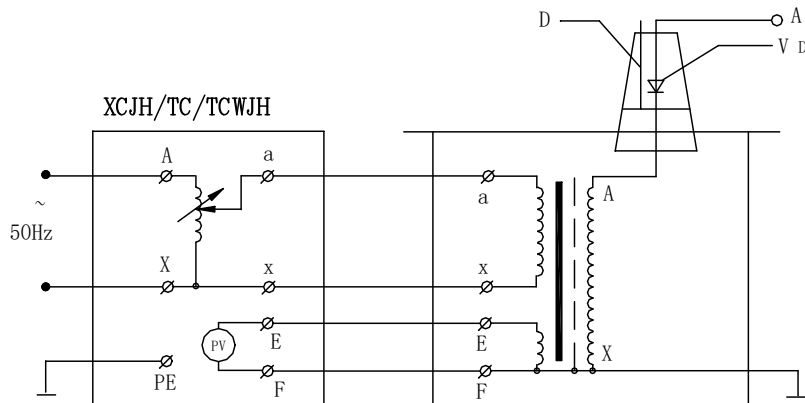

图 4：单台 YDJZ 试验变压器原理图
2、单台 YDJZ 试验变压器的工作原理图见图 4，图中高压套管中装有高压硅堆，串接在高压回路中作半波整流，以获得直流高电压。当用一短路杆将高压硅堆短接时，可获得工频高电压，作为交流输出状态；取消短路杆时，作为直流输出状态。